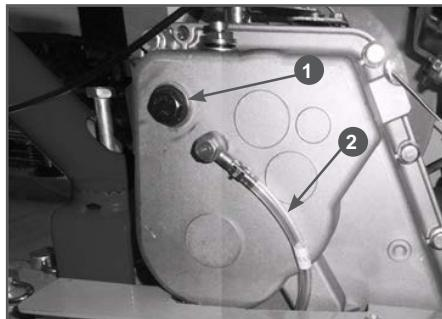

Рис. 13 Заправка масла в коробку передач
2. Открутите пробку 1 маслозаливного отверстия. Пробка находится справа в верхней части корпуса коробки передач (Рис. 13).
4. Уровень масла в коробке передач контролируется с помощью специальной трубы 2 (Рис. 13). На трубке нанесены две метки «MAX» и «MIN». Уровень масла в коробке передач должен быть по верхнюю метку «MAX» на трубке. При необходимости долейте масло до требуемого уровня.